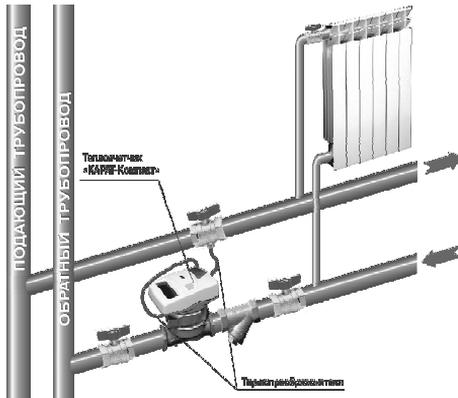

Рисунок 4.2 – Схема монтажа теплосчетчика KAPAT®-Компакт в обратный трубопровод с установкой термопреобразователя в шаровый кран
– в специальный шаровый кран с отверстием под термопреобразователь (рис. 4.2).